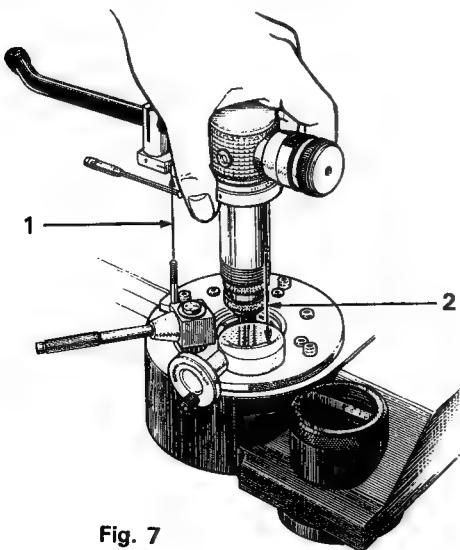
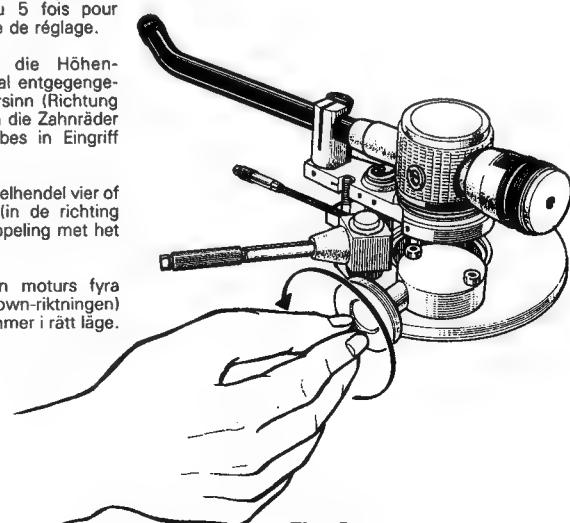

Fig. 7
Fig. 8
- Mettre le calibre de réglage de la hauteur dans l'axe de l'encoche du support de bras et introduire le bras dans son socle avec précaution (Fig. 7). Tourner la molette de réglage de la hauteur dans le sens inverse des aiguilles d'une montre (en position de descente) quatre ou cinq fois, pour engager l'engrenage de réglage (Fig. 8). Régler la hauteur du bras après avoir monté la cellule (voir page 16).
- Die Tonarm-Höheneinstellskala gemäß Fig. 7 auf den Gewindestift der Tonarm-Auflagestütze ausrichten und den Stift an der Führungshülse in die entsprechende Nut des Tonarmlagers einpassen, wie aus Fig. 7 ersichtlich ist. Dann die Führungshülse vorsichtig bis zum Anschlag nach unten schieben. Dann die Kurbelscheibe für die Höheneinstellung vier - bis fünfmal entgegengesetzt dem Uhrzeigersinn (Richtung "DOWN") drehen, bis die Zahnräder des Zwischengetriebes in Eingriff sind, wie Fig. 8 zeigt. Die endgültige Höheneinstellung des Tonarmes erfolgt erst nach Montage des Tonabnehmersystems (Siehe Seite 16).
2. Breng de toonarm hoogte-instelmaat in lijn met de uitsparing van de armsteun en steek de toonarm voorzichtig in de toonarm basis. (Zie figuur 7). Draai de hoogte-instelhendel linksom (in de richting "DOWN"), ongeveer vier of vijf slagen, om contact te maken met het instelbandwiel. (Fig. 8) Stel de hoogte van de toonarm in na het aanbrengen van het element (zie pagina 17).
2. För försiktigt in tonarmen i tonarmsbasen (bild 7). Vrid höjdustreringsratten moturs fyra eller fem varv (i Down-rikningen) så att kuggarna kommer i rätt läge (bild 8). Justera tonarmshöjden först efter montering av pickupen (se sid 17).